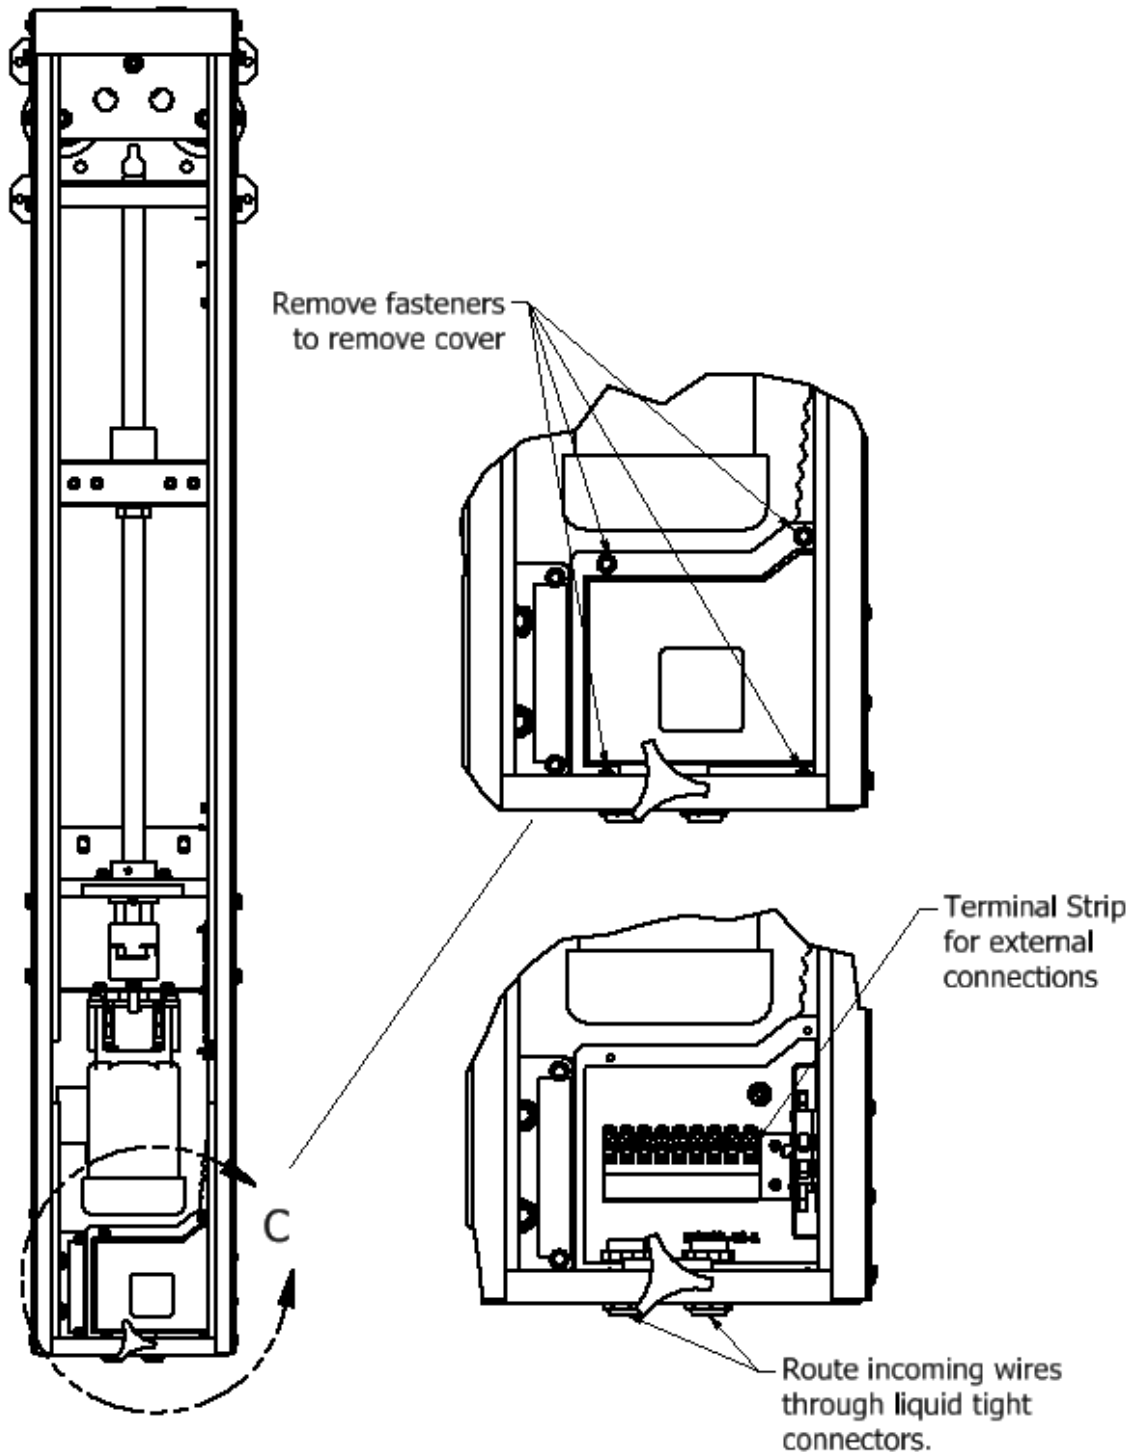

Figura 20
10. Para hacer conexiones eléctricas, retire la tapa de plástico interior por **(Figura 20)** retirando (4) sujetadores y quitar la tapa. Los cables deben ser dirigidos a través de conectores de ajuste impermeables provistos. Se debe tener cuidado con la ruta de los cables adentro alejándolos de los ensamblajes de interruptores de límite para evitar daños en los cables o interferencia con la operación de los interruptores de limite.